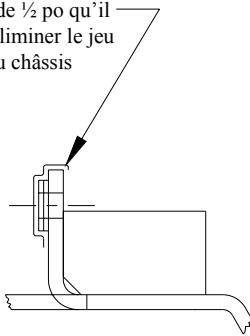

Figure 2
①	Qté (4)	Boulon de carrosserie 1/2 x 1 1/4 po	⑤	Qté (2)	Boulon hexagonal 1/2 x 1 1/4 po
②	Qté (4)	Espaceur 1/4 x 1 1/2 x 2 po	⑥	Qté (2)	Rondelle frein 1/2 po
③	Qté (4)	Rondelle conique dentée 1/2 po	⑦	Qté (4)	Rondelle plate 1/2 po
④	Qté (4)	Écrou hexagonal 1/2 po	⑧	Qté (2)	Assemblage écrou de levier
- Détacher les (5) crochets de suspension en caoutchouc du tuyau d'échappement et abaisser la partie arrière du système d'échappement.
- Soulever l'attelage en position en vérifiant les dégagements sur les côtés par rapport au châssis. Avec du ruban adhésif, fixer à l'attelage autant de rondelles de 1/2 po qu'il le faut pour éliminer le jeu (voir figure 2).